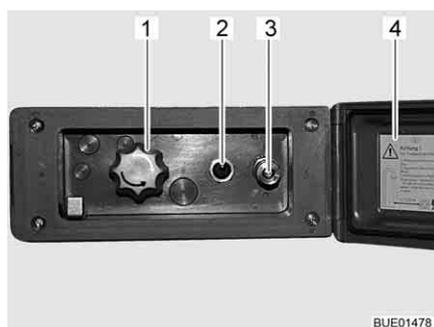

Fig. 150 Raccordo doccia esterno
- Sganciare ed aprire il coperchio (Fig. 150,4).
- Collegare il tubo flessibile della doccia esterna alla chiusura rapida (Fig. 150,3).
- Accendere la pompa dell'acqua con l'interruttore (Fig. 150,2).
- Regolare la temperatura dell'acqua ai gradi desiderati mediante la manopola (Fig. 150,1).
- Spegnere la pompa dell'acqua con l'interruttore (Fig. 150,2).
- Chiudere il coperchio (Fig. 150,4) e bloccarlo con la chiave.
- Ruotare la manopola (Fig. 150,1) sulla posizione centrale.